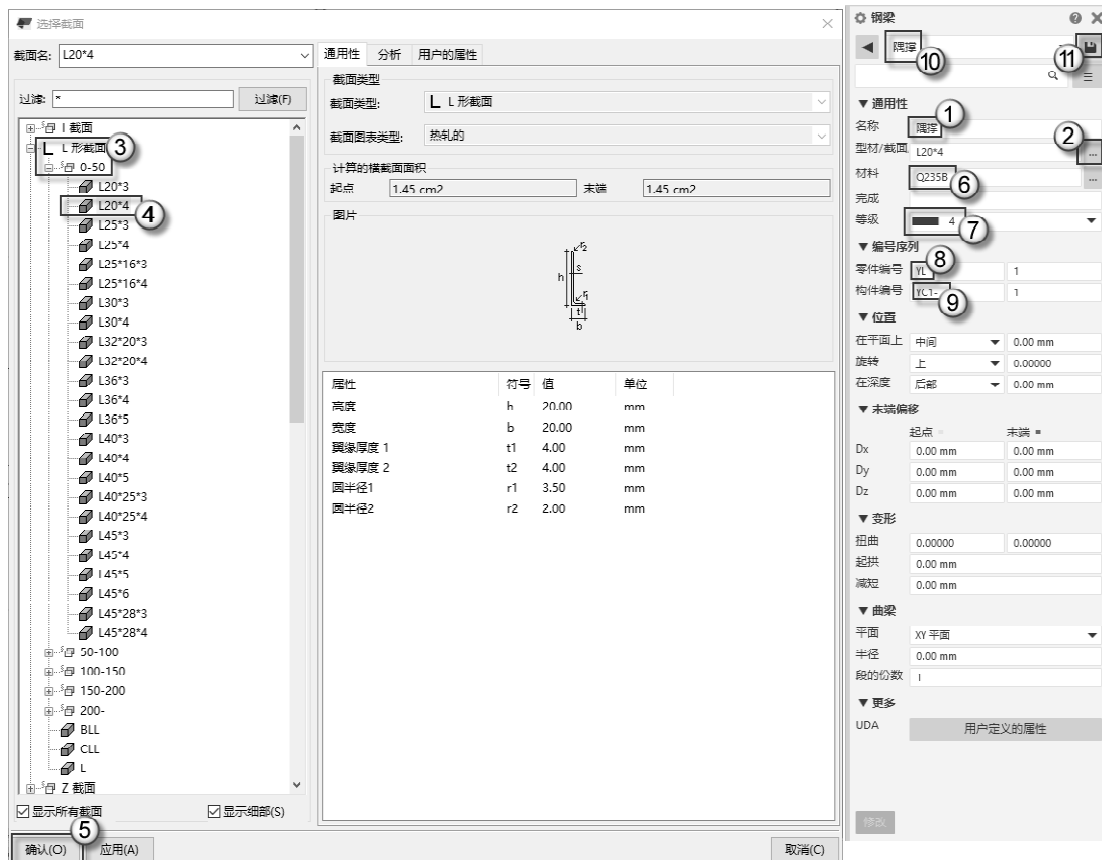

图 1.33 创建隅撑样板
(3) 创建隅撑样板。双按 L 快捷键，侧窗格将弹出“钢梁”面板，如图 1.33 所示。在“名称”栏中输入“隅撑”字样，在“型材/截面”栏中单击...按钮，弹出“选择截面”对话框，选择“L 形截面”0-50 下的 L20*4 选项，单击“确认”按钮。在“材料”栏中切换为 Q235B 选项，在“等级”栏中切换为 4 号颜色，在“零件编号”栏中输入 YL 字样，在“构件编号”栏中输入 YC1-字样，输入“隅撑”样板名称（图中⑩处），单击...按钮完成操作。